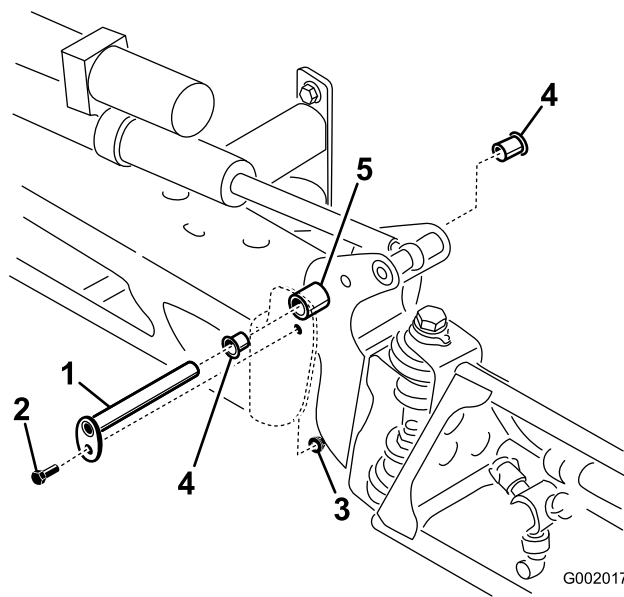

Figura 101
3. Quando il peso della barra è supportato, togliete il bullone e il dado che fissano il perno di articolazione nel gruppo barra (Figura 101).
4. Togliete il bullone e il dado che fissano il perno di articolazione, quindi togliete il perno (Figura 101).
6. Togliete le boccole di nylon dal lato frontale e posteriore della staffa orientabile e controllatele (Figura 101).
7. Spalmate le boccole di nylon con un velo d'olio e montatele nella staffa orientabile (Figura 101).
8. Montate la barra e la staffa orientabile nel telaio centrale, allineando i fori (Figura 101).